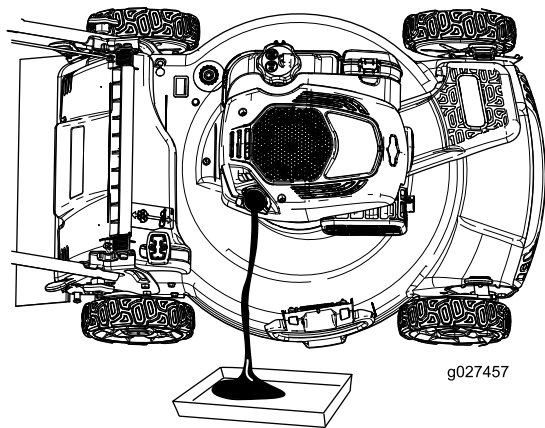

Figura 26
4. Înclinai maina pe o parte (astfel încât filtrul de aer să fie orientat în sus) pentru a scurge uleiul uzat din tubul de umplere cu ulei (Figura 26).